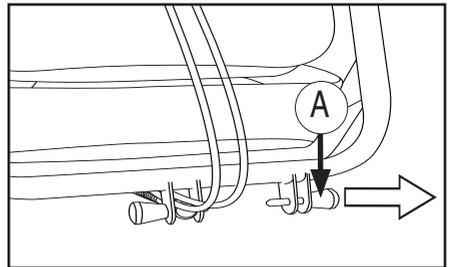

Figure 4
- Faites passer les câbles entre les pattes de fixation, comme illustré à la figure 4. Insérez la tige du mécanisme de réglage dans la patte de fixation et remettre la cheville en place.